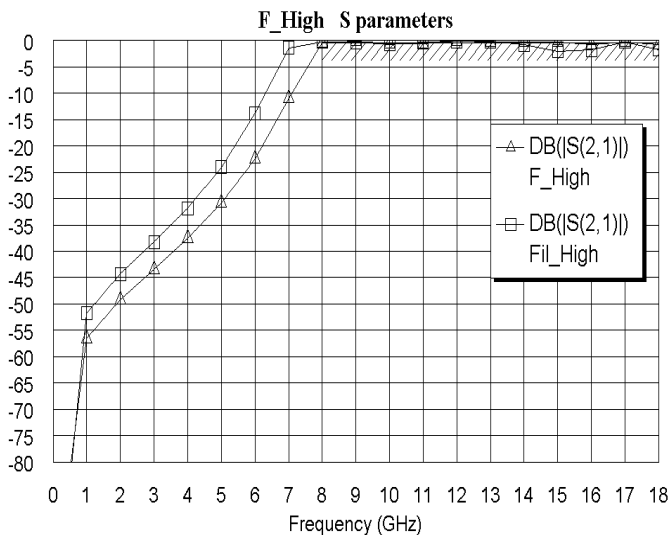

Рис. 3.28
5. Откройте окно графика и щёлкните по значку **Analyze** на панели инструментов. Рассчитанный график показан на рис. 3.28.